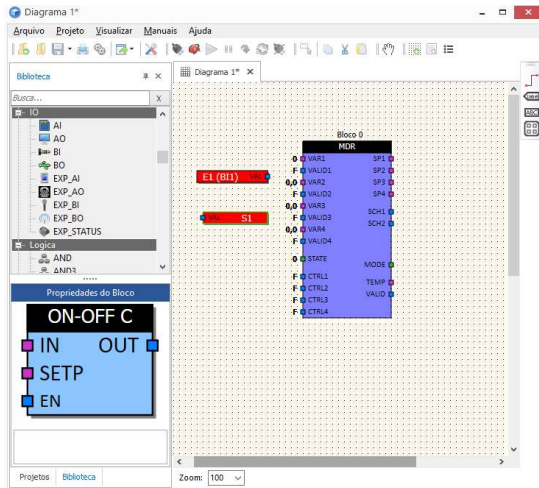

Figura 5
7. Busque o bloco BO na categoria "IO" e o arraste para o diagrama (Figura 5);